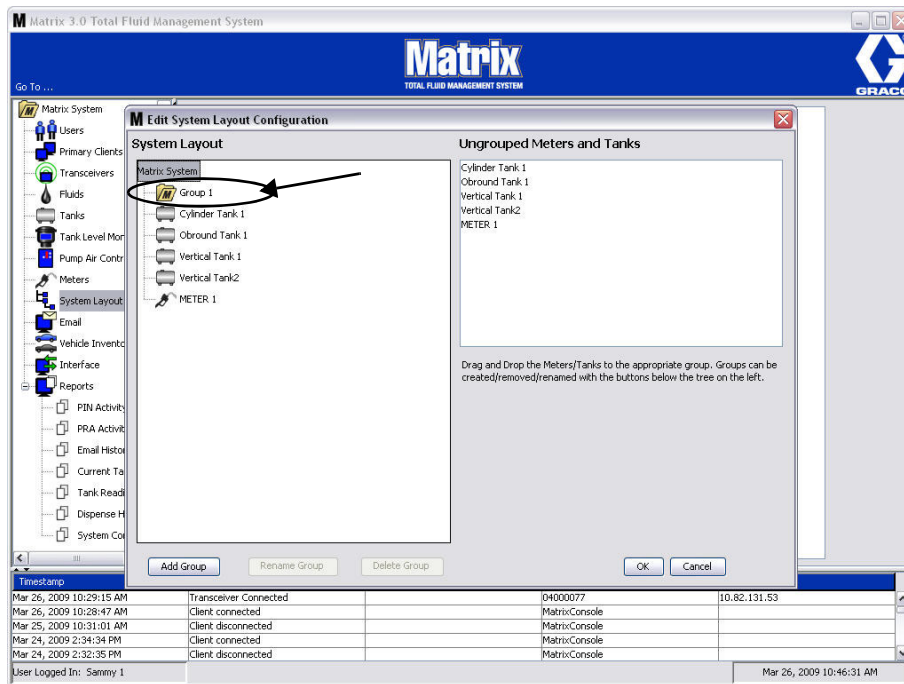

Рис. 127
6. В части окна «Matrix System» [Система Matrix] появится папка (Рис. 127).